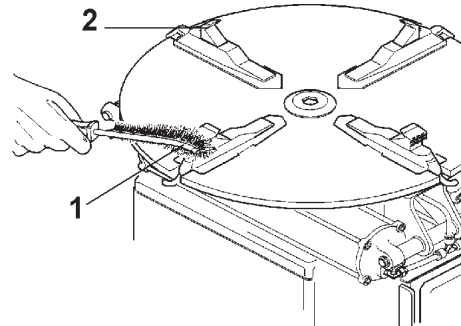

Fig.7.0-2
**C.** Nettoyer une fois par semaine les dents des griffes (1 Fig. 7.0-2) avec une brosse en acier, contrôler les
protections en plastique des dents des griffes (2 Fig.7.0-2) si celles-ci sont détériorées les remplacer.